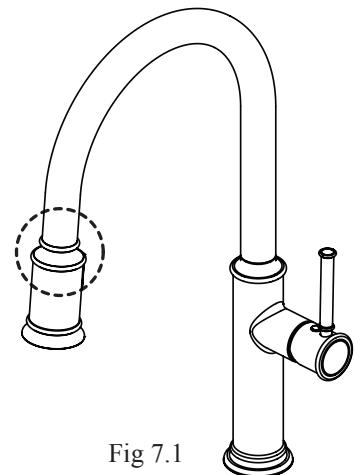

Fig 7.1
Si le **vaporisateur** ne s'appuie pas correctement sur le **bec** ou que le **tuyau du vaporisateur** coince (fig 7.1), repositionner le **poids** (voir étape 5).
*If the **hand sprayer** does not fit in correctly with the **spout** or if the **hand sprayer hose** is jammed (fig 7.1), reposition the **weight** (see step 5).*